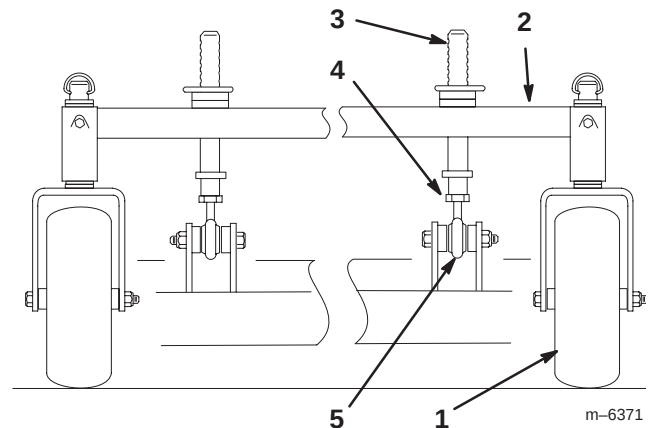

Bild 51
1. Durch Einstellen der vorderen Schnitthöhen-Einstellpfosten lässt sich die Neigung von vorne nach hinten verstellen (Bild 51).
2. Lockern Sie zum Anheben der Vorderseite des Mähwerks die Klemmmutter und drehen Sie den vorderen Stift im Uhrzeigersinn (Bild 51).
3. Lockern Sie zum Absenken der Vorderseite des Mähwerks die Klemmmutter und drehen den vorderen Stift entgegen dem Uhrzeigersinn (Bild 51).